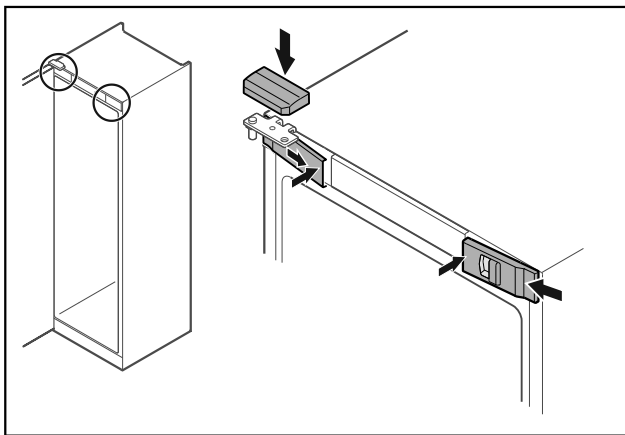

Fig. 50
- Kiinnitä etusuojukset Fig. 50 (1) sivulta ja lukitse sisäpuolelta paikalleen.
- Paina ylempi suojus Fig. 50 (2) yläkautta paikalleen.